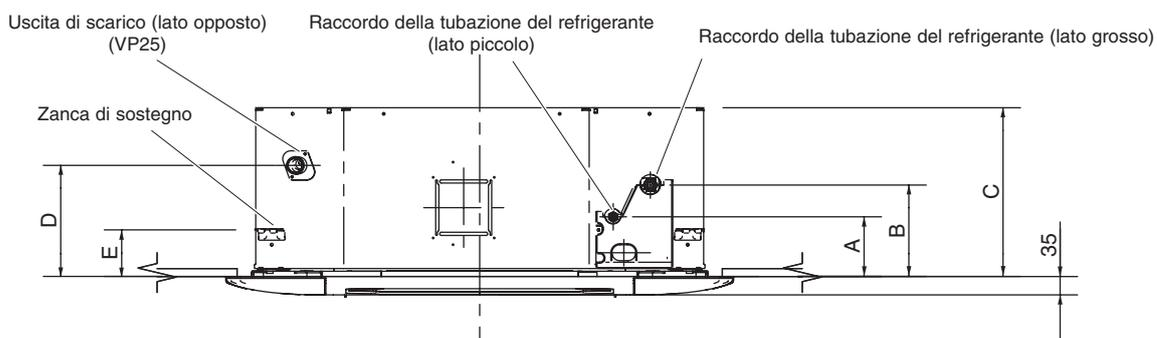

Fig. 3-3
- (3) Determinare l'interasse dei tiranti di sospensione usando la dima di foratura in dotazione. La dima di foratura e la tabella (fig. 3-3 e tabella 3-2) mostrano la relazione tra le posizioni e degli accessori di sospensione, l'unità e il pannello.